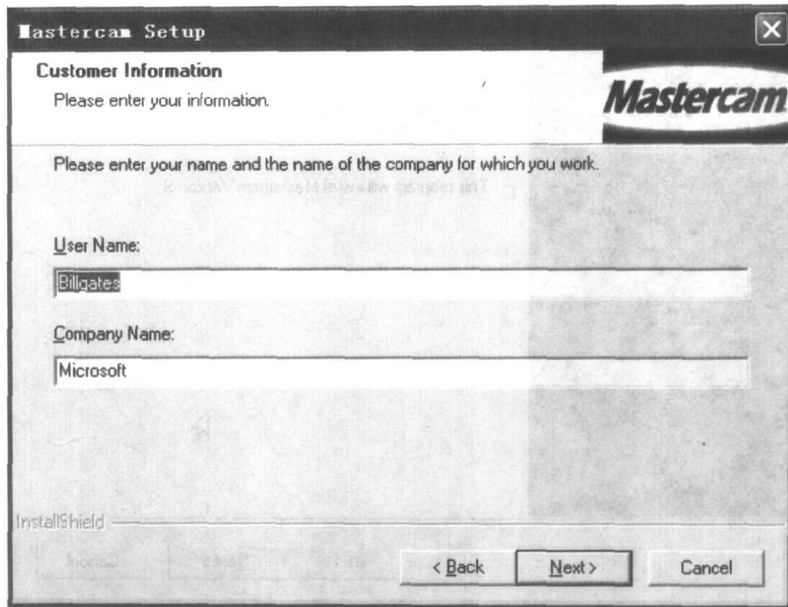

图 1.3 自定义用户信息
(3) 出现如图 1.3 所示的提示，输入用户名称和公司名称，单击【Next】按钮。